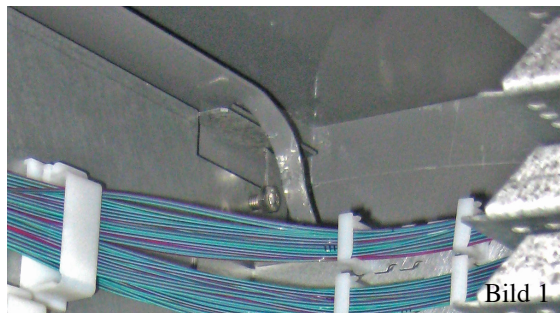

Bild 1
2. Ställ Skarvstativ T10 på U-et där träskivan var placerad. Vik över låsblecken i överkant på skåpet. Lås med två stycken låsskruvar, se figur och bild 1.